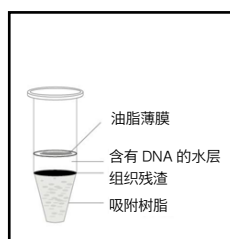

图 1
4. 加热后立即进行 4℃、12,000 rpm 离心 10 分钟，离心后的 Microtube 中将呈图 1 状态。